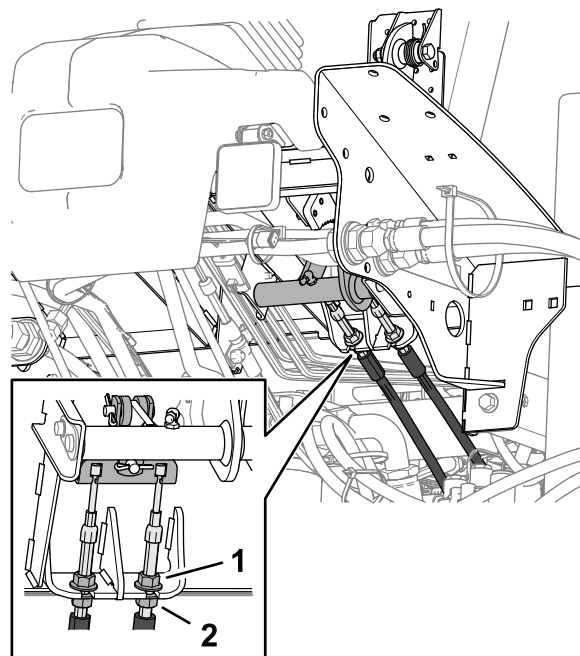

Figure 109
5. Pour réduire la garde à la pédale de frein, desserrez les écrous de blocage avant sur l'extrémité filetée de chaque câble de frein (Figure 109).